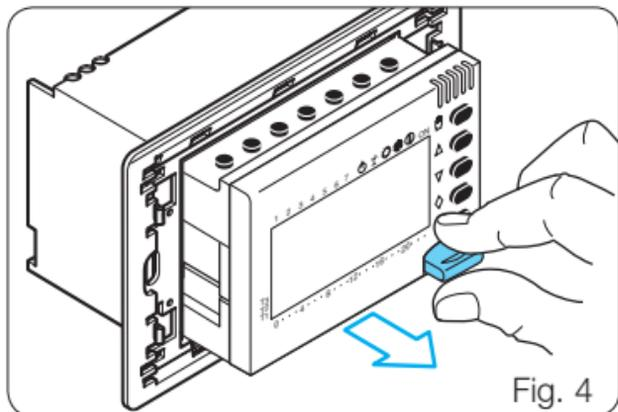
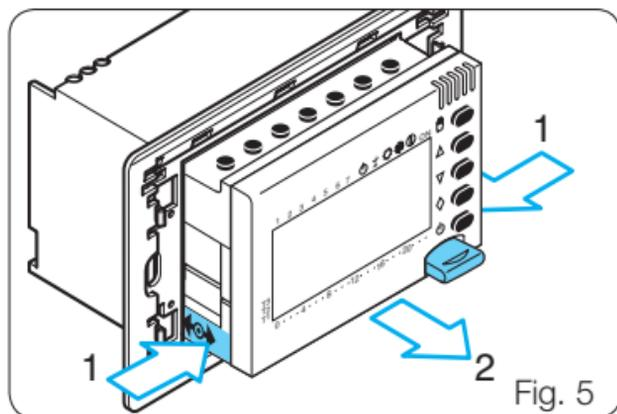

Fig. 4
Fig. 5
- E successivamente il corpo dell'apparecchio dal telaio fino all'arresto (fig. 4) e, premendo sulle due alette laterali in corrispondenza del simbolo  (fig. 5), estrarlo completamente.